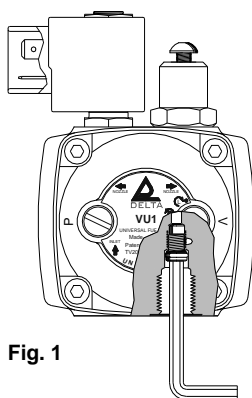

Fig. 1
- Benyt en 4 mm umbraco nøgle for at demontere returskruen (Fig. 1).